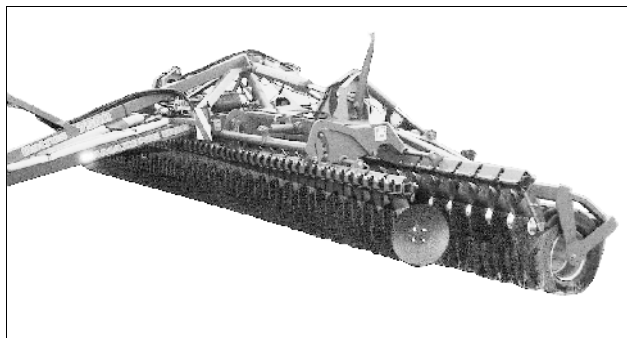

Fig. 39
- Løfting av begge skålrekkene (Fig. 39).